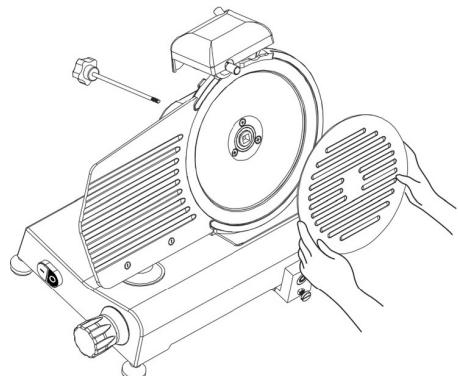

FIG. nr. 4 – Het losmaken van de beschermkap
- Schroef de pin aan de achterzijde los om de mesbescherming te verwijderen (zie FIG. nr. 4).